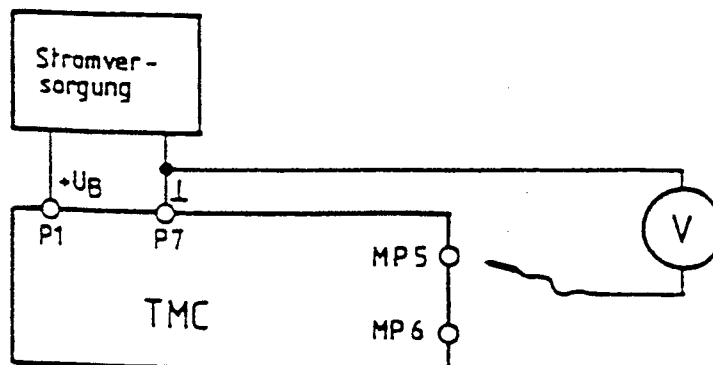

Abb. 5-1 Prüfaufbau zur Einstellung der Regelspannung
- a. Prüfaufbau gemäß Abb. 5-1 aufbauen und TMC auf mittleren Kanal einstellen.